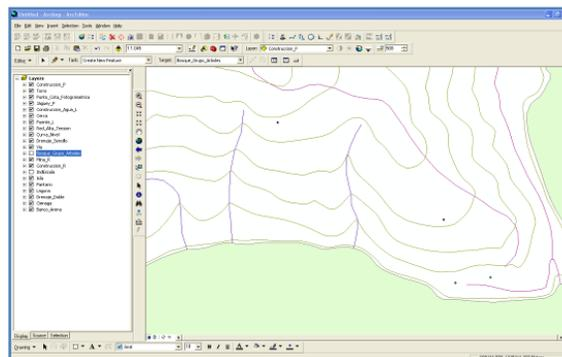

Figura 44. Selección Feature Class
2. Seleccione el FeatureClass en el cual se va a adicionar información, en ArcMap.(Ver Figura 44).